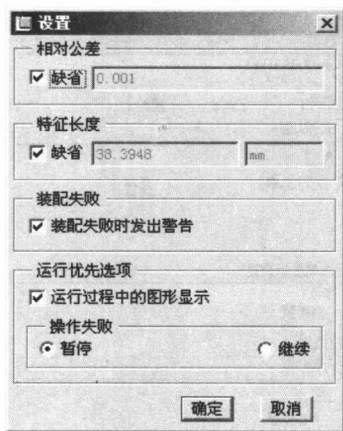

图 1-22 “设置”对话框
① **机构设置 (Mechanism Settings)**  点此此命令，系统弹出如图 1-22 所示的“设置 (Settings)”对话框。下面对该对话框中的各个区域进行介绍。